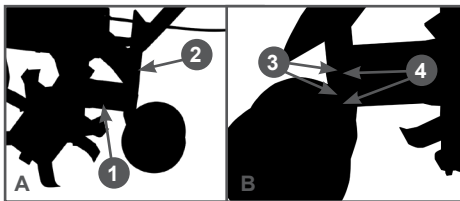

Рис. 5 Установка сошника в транспортное положение
4. Вставьте сошник 2 с транспортировочными колесами в кронштейн 1 сошника (Рис. 5А). Совместите отверстия в кронштейне и в сошнике, вставьте в отверстия пальцы 3, пальцы зафиксируйте шплинтами 4 (Рис. 5В).